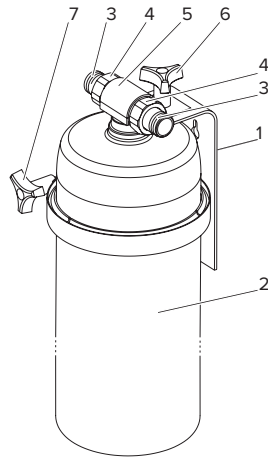

Рис. 1. Схема установки
**Установка корпуса водоочистителя (рис. 1)**
• определите место на стене для установки кронштейна (1). Обеспечьте удобство доступа к корпусу водоочистителя (2) для замены фильтрующего модуля в дальнейшем. Под корпусом водоочистителя (2) следует оставить не менее 20 мм свободного пространства. Крепление кронштейна должно быть достаточно прочным, чтобы выдержать нагрузку 15 кг.